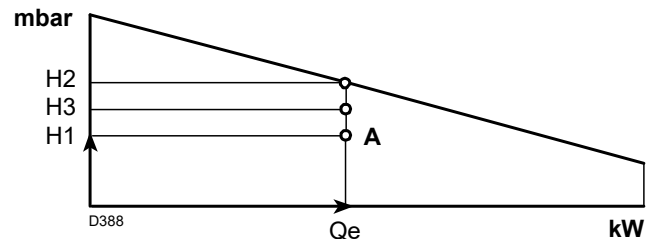

Abb. 40
Punkt A, der innerhalb des Betriebsbereichs bleiben muss (Abb. 40).
- 4 -Ziehen Sie eine Senkrechte vom Punkt A, Abb. 40, und lesen Sie den maximalen Druck H2 des Betriebsbereichs ab.
Ist H3 größer als H1, wie in Abb. 40, kann der Brenner den geforderten Durchsatz erzeugen.